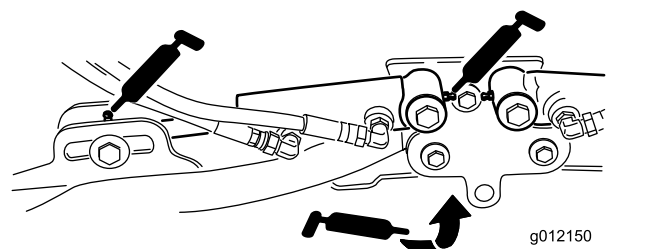

図 63
- ・ 昇降アームのシリンダ 各カッティングユニットの2ヶ所 図 63
- ・ 昇降アームのピボット各アームに1ヶ所 図 63